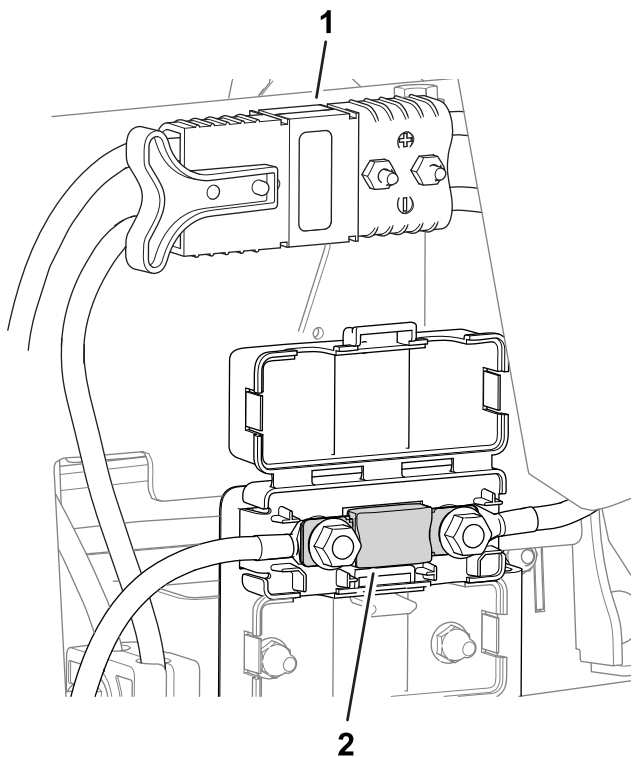

Bild 46
- Die Sicherung für das elektrische System befindet sich unter den Hauptstromanschlüssen (Bild 46).